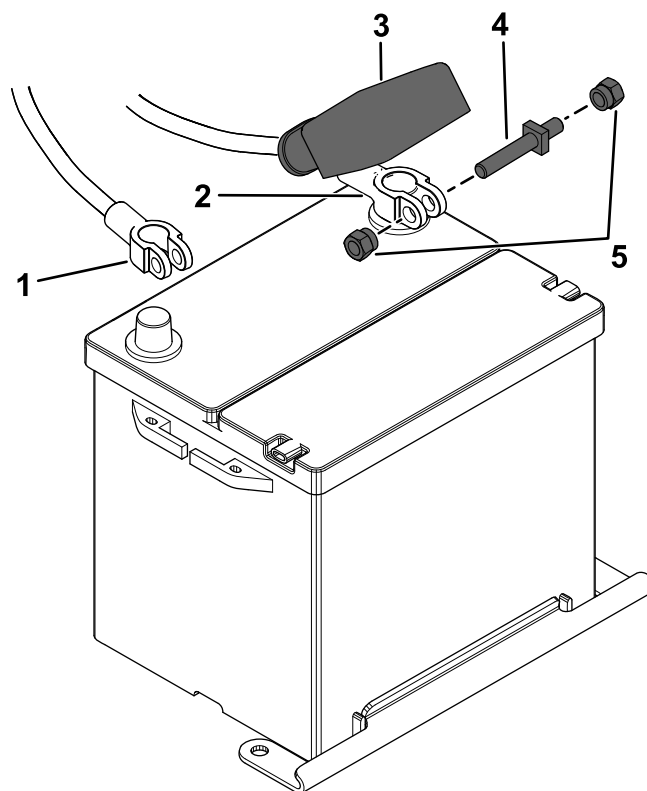

Figura 4
1. Collegate il cavo positivo (rosso) della batteria al morsetto positivo (+) della batteria e fissate il cavo con il bullone e i dadi (Figura 4).
2. Infilate la guaina dell'isolatore sul morsetto positivo (Figura 4).
3. Collegate il cavo negativo (nero) della batteria al morsetto negativo (-) della batteria e fissate il cavo con il bullone e i dadi (Figura 4).